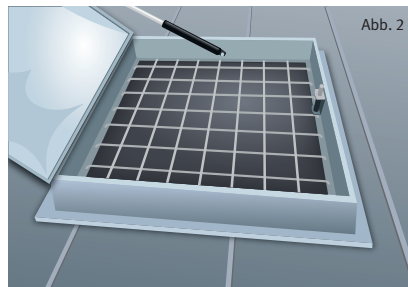

Abb. 2
- Unterspannungen, z. B. Stahlgitter (Abb. 2)